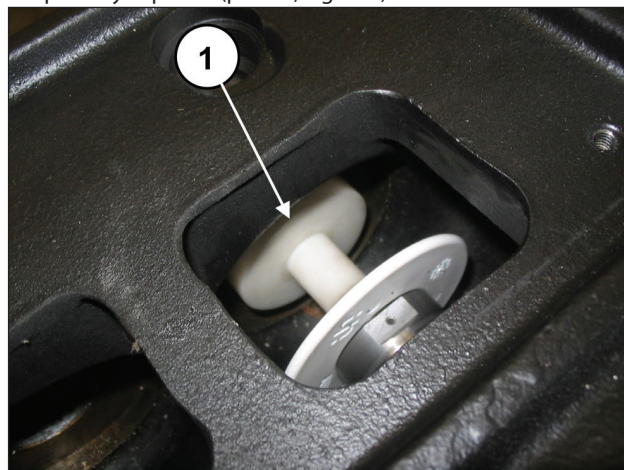

Fig. 123
Introducir la herramienta tampón (cód. 27516600 entre la guía del pistón y el pistón (pos. ①, Fig. 123).